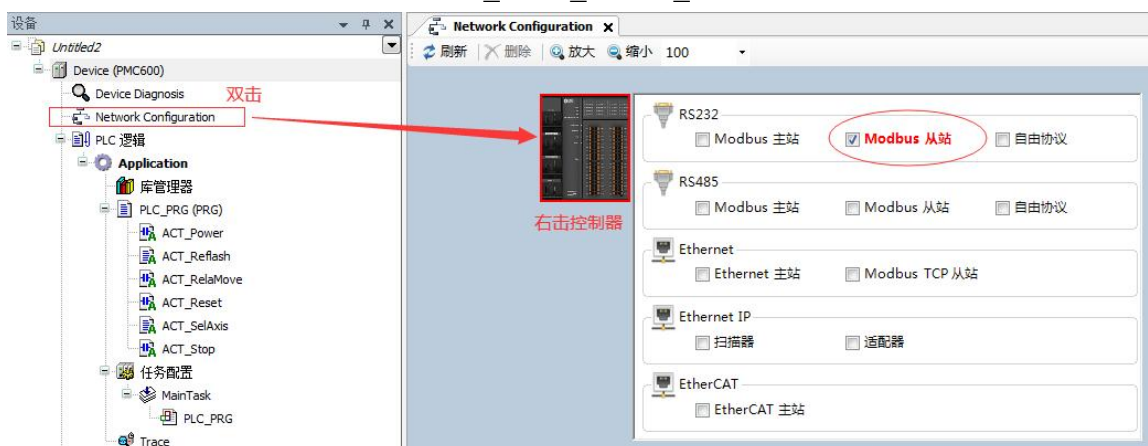

图4.47 Modbus从站启用
2) 设置运动控制器为Modbus从站。双击编程工具iStudio左侧的设备树“Network Configuration”，打开网络配置界面，鼠标单击控制器，使能RS232下的Modbus从站，此时左侧设备树中会增加一个“Modbus_Slave_RS232_COM”，如图4.47所示。